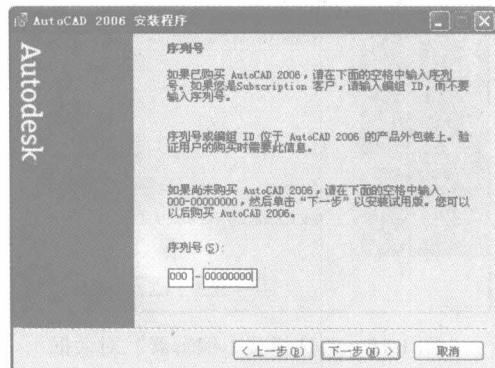

图 1-6 “序列号”对话框
- 4) 在“许可协议”对话框中，选择“我接受”，单击“下一步”按钮，弹出“序列号”对话框，如图 1-6 所示。